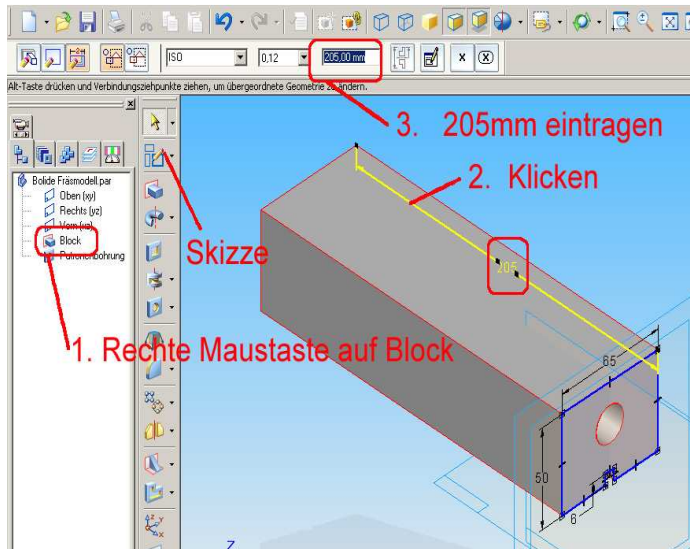

Abb. 19 Korpuslänge reduzieren
1. in der Symbolleiste Formelemente das Symbol **Skizze** anklicken (Abb. 19).